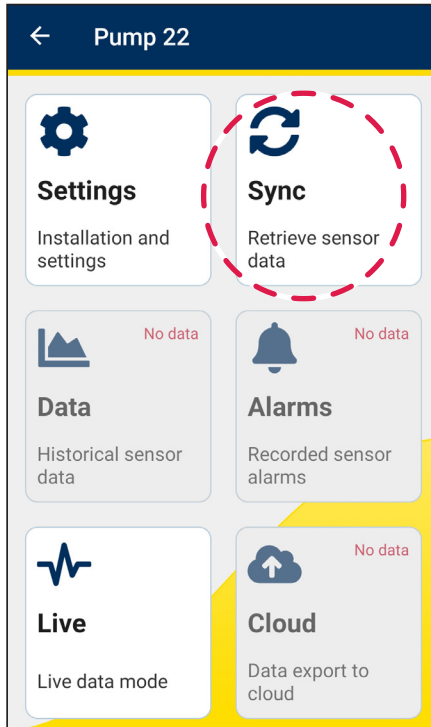

Abbildung 38
3. **Synchronisieren** Sie die Sensordaten über Bluetooth® (siehe Abbildung 38).